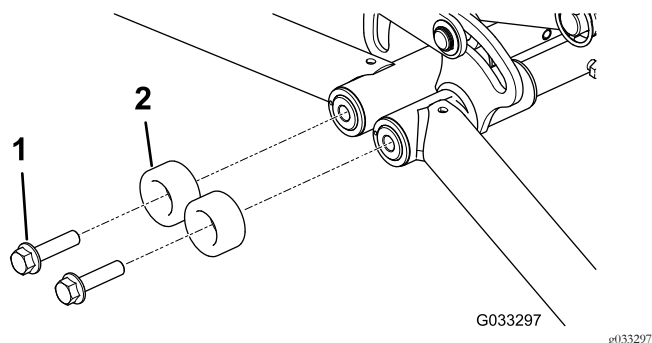

Figure 19
- Retirez les boulons à embase existants et les butées rondes (Figure 19).